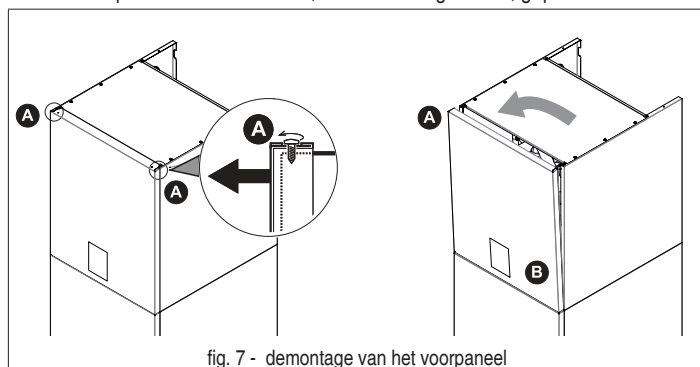

fig. 7 - demontage van het voorpaneel
- Draai schroeven A gedeeltelijk los (zie "fig. 7 - demontage van het voorpaneel").
- Trek paneel B eruit en maak het los van de bovenste bevestigingen (zie "fig. 7 - demontage van het voorpaneel").